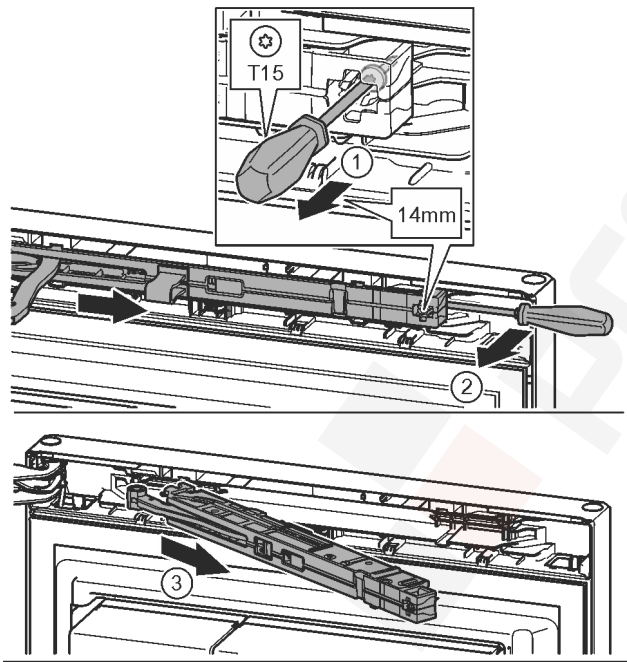

Fig. 10
- A záráscsillapító egységnél T15 csavarhúzóval kb. 14 mm-rel engedje ki a csavart. *Fig. 10 (1)*
- Egy csavarhúzóval nyúljon a markolat oldaláról a záráscsillapító egység mögé, és forgassa előre. *Fig. 10 (2)*
- Húzza ki a záráscsillapító egységet. *Fig. 10 (3)*